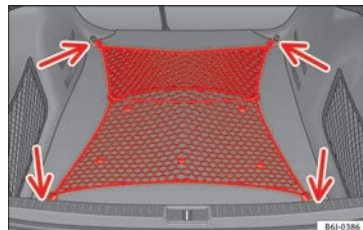

Abb. 119 Ausgespanntes Gepäcknetz.
– Das Gepäcknetz an den vier Verzurrösen befestigen »» **Abb. 119** (Pfeile).